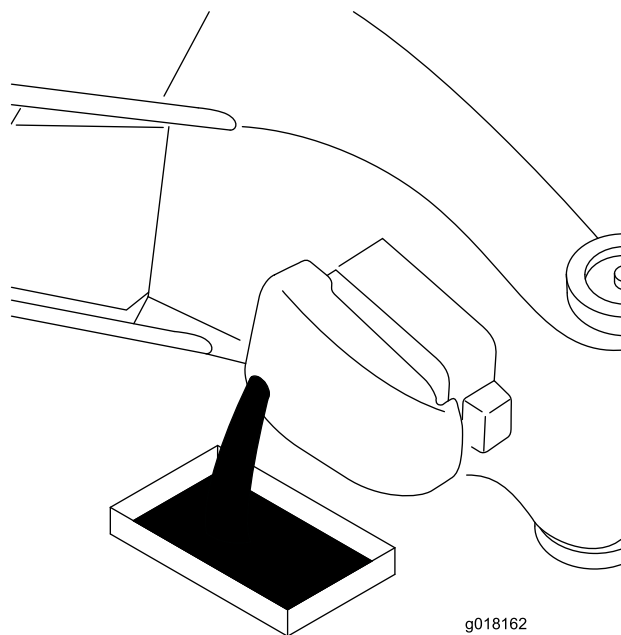

Figura 19
3. Inclinate il tosaerba sul fianco, con il filtro dell'aria in alto, per scaricare l'olio usato attraverso il tubo di riempimento (Figura 19).